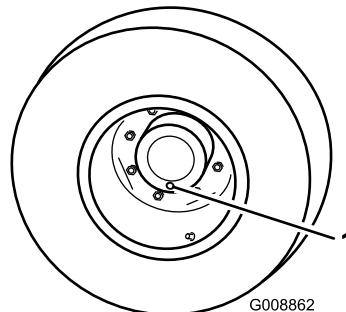

図 104
- 平らな場所で、点検プラグが一番低い位置時計の6時の位置に来るよう停止させる図 104。